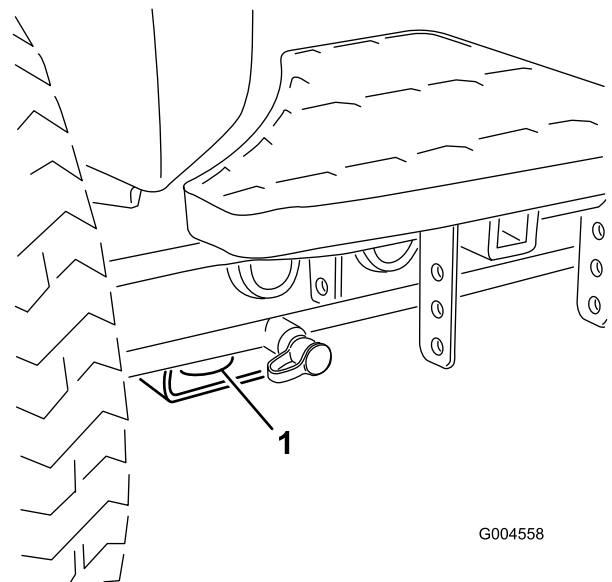

Bild 58
- Vorne: Loch im Rechteck unter dem Achsenrohr in jedem Vorderreifen (Bild 58).